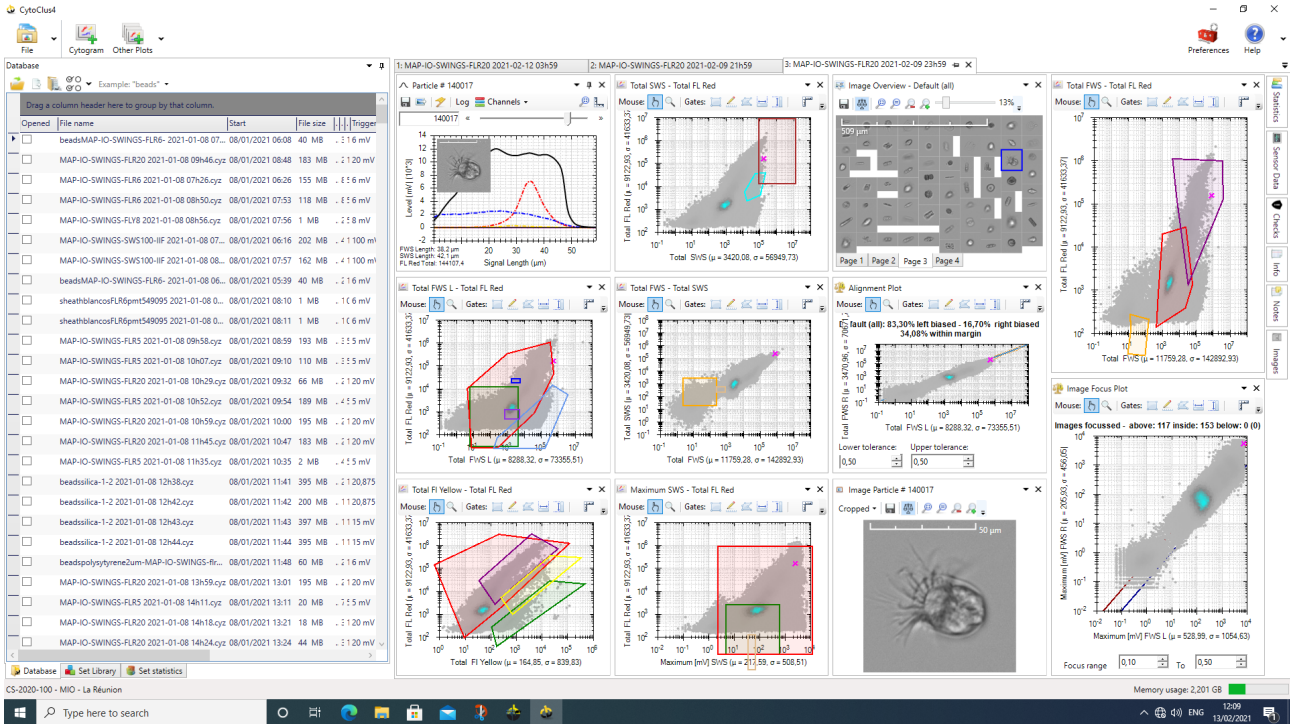

Figure 2: Logiciel CytoClus 4 de visualisation des données
- Les dernières mesures datent de moins de 2 heures (fig. 2).